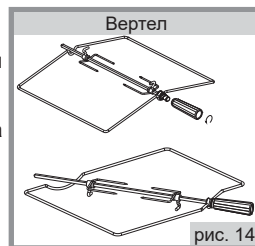

рис. 14
■ В зависимости от комфортности плиты могут комплектоваться вертелом различной конструкции со съемной рукояткой (рис.14). При установке и извлечении использовать рукоятку, которая накручивается на резьбовую втулку.